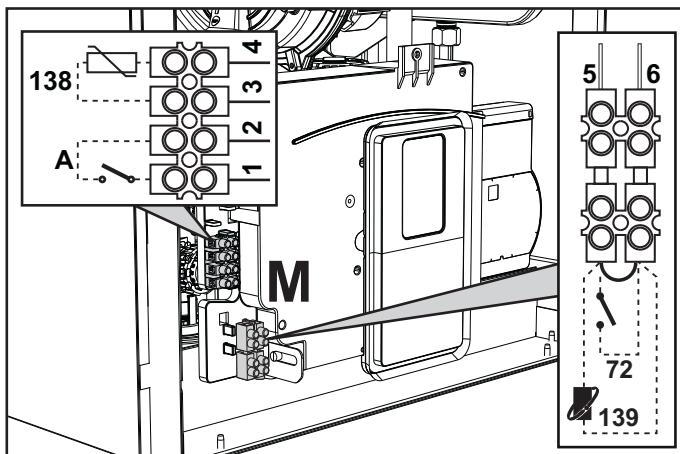
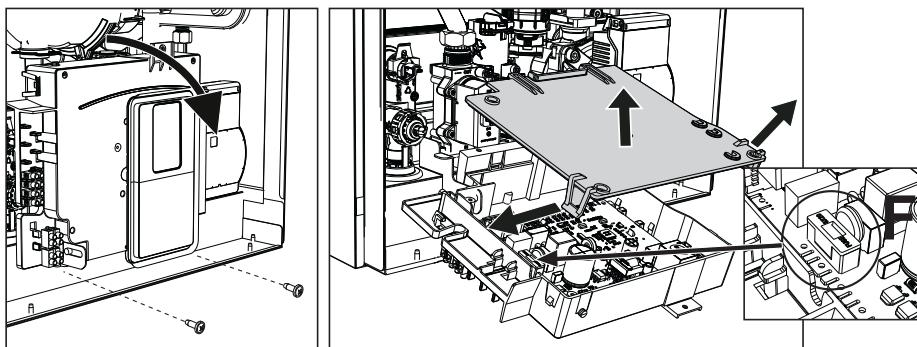

fig. 28
fig. 29
După ce ati scos panoul frontal (** 'Deschiderea panoului frontal' on page 154 ***) veți putea avea acces la panourile de borne (M) și la siguranța fuzibilă (F) urmărind indicațiile descrise în continuare (fig. 28 și fig. 29). **Bornele indicate în fig. 28 trebuie să aibă contactele curate (nu 230 V).** Dispunerea bornelor pentru diferențele conexiuni este indicată și în diagrama electrică din fig. 67.
Configurarea întrerupătorului ON/OFF (A fig. 28)